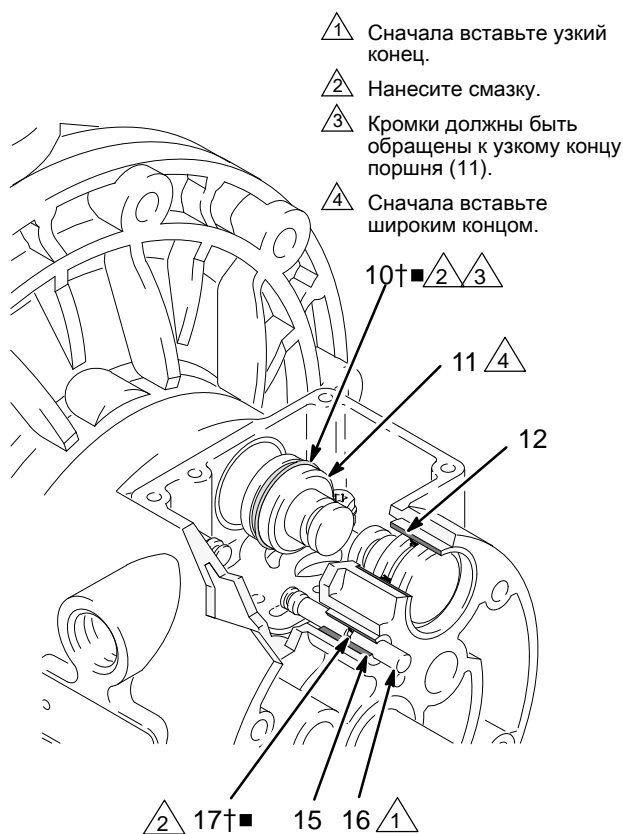

Рис. 8
4. Стяните два приводных поршня (11) с подшипников (12). Снимите с поршней сальники с U-образным сечением (10). Извлеките направляющие штифты (16) из подшипников (15). Снимите уплотнительные кольца (17) с направляющих штифтов. См. Рис. 8.
6. Осмотрите подшипники (12, 15), не снимая их. См. Рис. 8. Подшипники имеют коническую форму и в случае повреждения их необходимо извлекать снаружи. Для этого необходимо разобрать жидкостную секцию насоса. См. стр. 22.
4. Установите пластину клапана (17†■) на каждый направляющий штифт (16). Нанесите смазку на штифты и уплотнительные кольца. Вставьте штифты в подшипники (15), **узким** концом вперед. См. Рис. 8.
5. Установите кольцевое уплотнение с U-образным сечением 10†■ на каждый приводной поршень (11) так, чтобы кромки колец были обращены к **узким** концам поршней. См. Рис. 8.
6. Нанесите смазку на П-образные уплотнители (10†■) и приводные поршни (11). Вставьте приводные поршни в подшипники (12), **широким** концом вперед. Оставьте узкие концы поршней снаружи. См. Рис. 8.